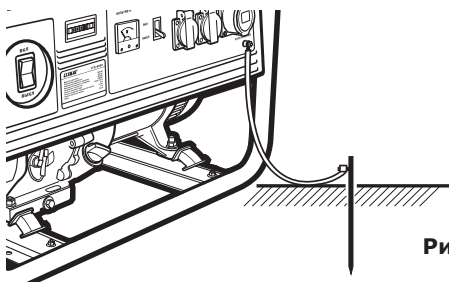

Рис. 12
2. Проверьте заземление генератора (рис. 12). Следуйте требованиям правил установки заземления, описанным в пункте 9.4, (стр. 19) «Заземление» настоящего руководства.